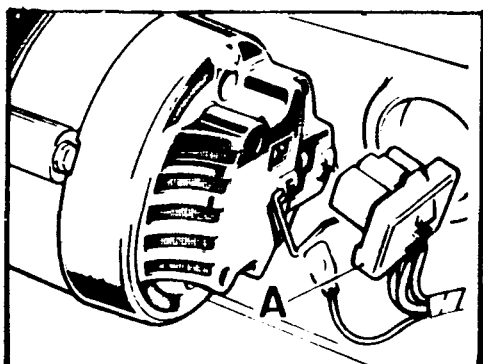

Fig. A1-23 Desconexión del enchufe del alternador
1.3. Desconectar el enchufe, A (Fig. A1-23) del alternador.